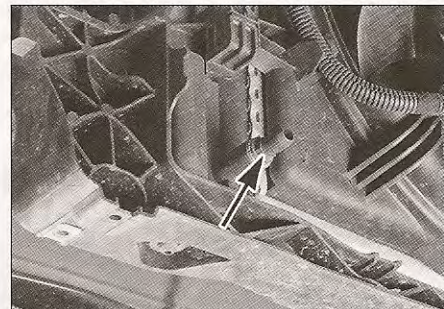

FIG. 13
- Abrir el tapón de vaciado de líquido de refrigeración situado debajo, a la izquierda del radiador (fig. 13).